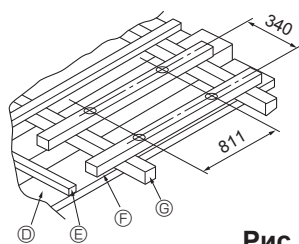

Рис. 2-4
① Деревянные конструкции (Рис. 2-4)